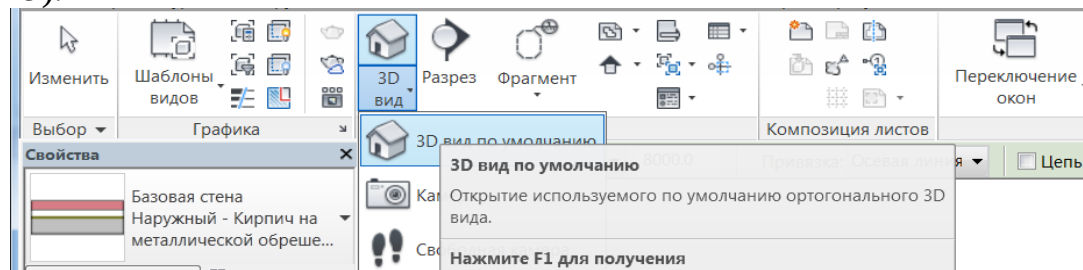

Рис. 23
1. В меню приложения выбрать **Вид→3D вид→3D Вид по умолчанию** (рис.23).